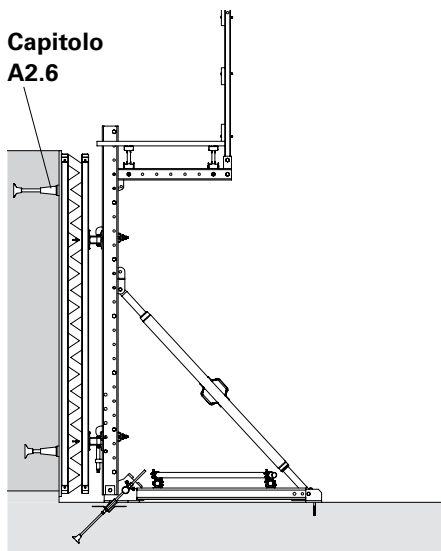

Fig. 08
5. Gettare il primo concio di calcestruzzo. (Fig. 08)